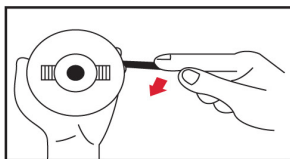

Fig. 8C
5. Enrollar el hilo para desbrozadora en el sentido de las agujas del reloj tal como se muestra en la ilustración (Fig. 8C), manteniéndolo en tensión, con cada una de las mitades separada por la ranura de división de la bobina. Enrollar hasta dejar 15 cm en los extremos.